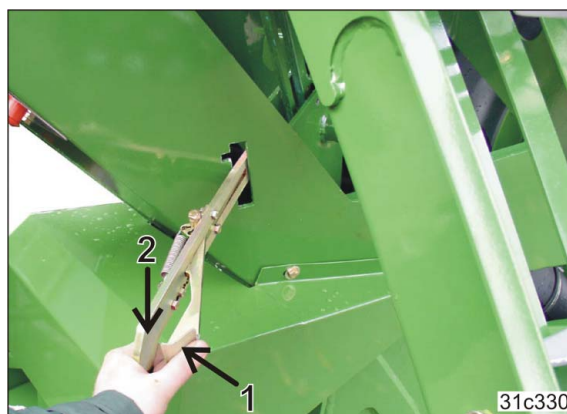

Рис. 184
12.1 Нажмите кнопку (Рис. 184/1).
12.2 Нажмите на рычаг (Рис. 184/2) вниз.